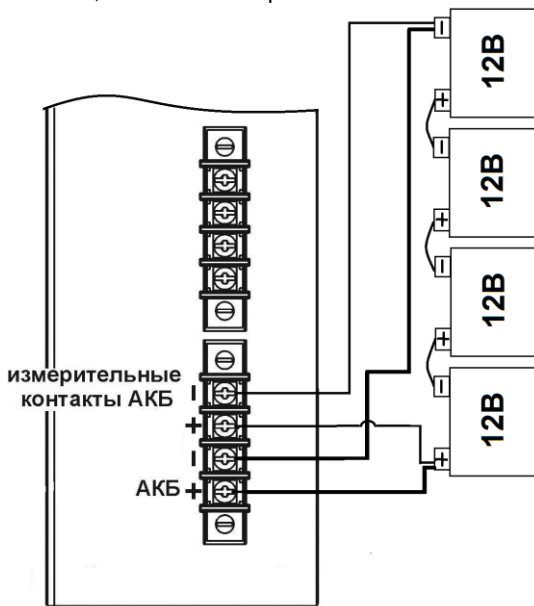

Рисунок 5 – подключение АКБ в батарею
- подключить, соблюдая полярность, внешнюю АКБ состоящую из 4-х батарей соединённых последовательно к изделию (см. рисунок 5):